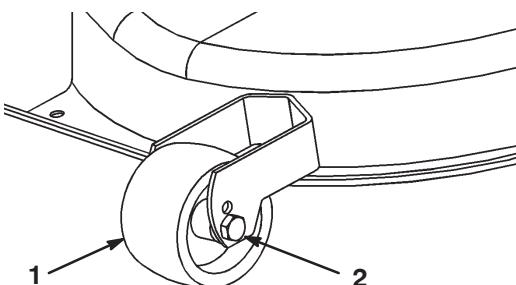

**Figure 7**
2. Desserrez les 2 écrous sur la plaque ; remontez la plaque si l'herbe est courte et sèche ou abaissez-la si l'herbe est longue et humide (Fig. 7).